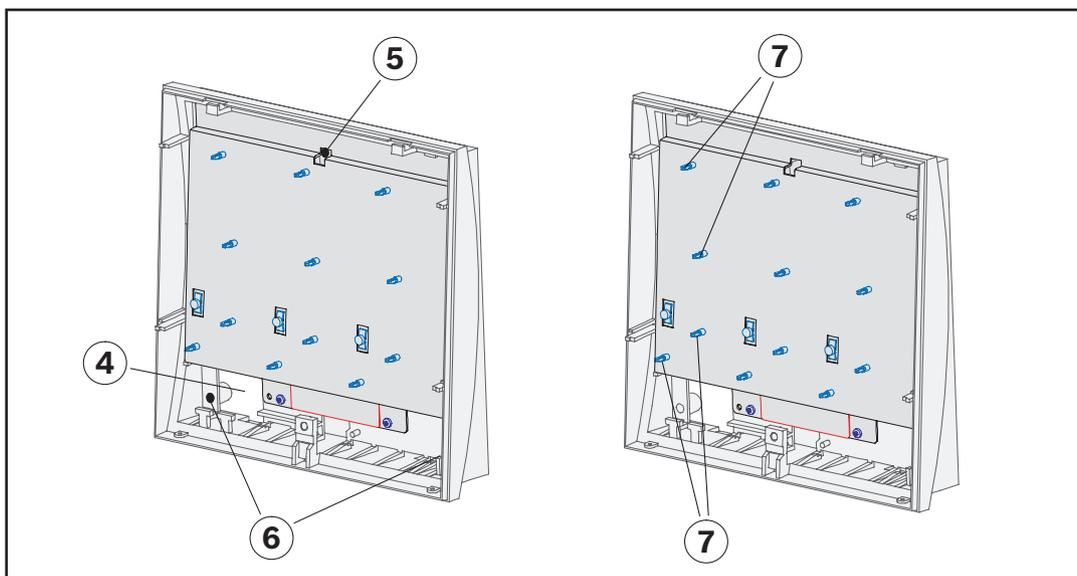

Figura 4.4: Montaggio dell'alloggiamento di BAT 100 LSN e fissaggio dell'ATG
5. Inserire il cavo nella parte posteriore in basso dell'alloggiamento (vedere *Figura 4.4 (4)*). Riagganciare la parte inferiore dell'alloggiamento sulla vite superiore e allineare le parti (5). Serrare le due viti inferiori (6) e stringere la vite in alto.
6. Fissare i kit ATG ai distanziatori di BAT 100 LSN (sempre da sinistra verso destra) accanto all'ATG preassemblato. La *Figura 4.4* mostra i distanziatori per il primo ATG (7).